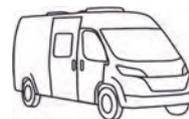

Fig. 84 Interruptor de encendido/apagado, conectado
Si el interruptor de encendido/apagado del control está conectado (Fig. 84), la calefacción del depósito de aguas residuales se encenderá en cuanto la temperatura exterior caiga abajo de 0 °C. De este modo, el depósito de aguas residuales queda protegido contra la congelación.
- Pulsar la parte inferior del interruptor de encendido/apagado. El visualizador LED (Fig. 84,1) está encendido.
- Pulsar la parte superior del interruptor de encendido/apagado. El visualizador LED (Fig. 84,1) se apaga.